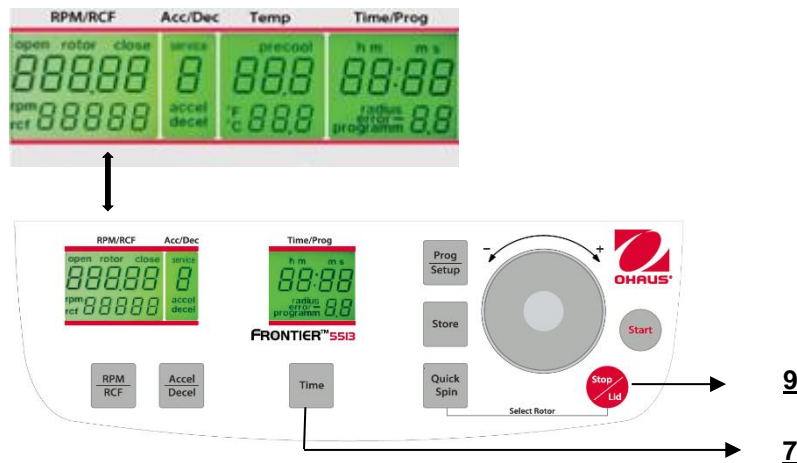

Figura. 28
Mentre la centrifuga è disconnessa, premere simultaneamente i tasti "Time" (7) e "Stop/Lid" (9) e connettere l'interruttore principale della centrifuga. Adesso, rilasciare entrambi i tasti e - per effetto di ciò - è eseguita una prova del display per circa 5 secondi. Tutti gli indicatori appariranno allo stesso tempo (Vedere figura 28).